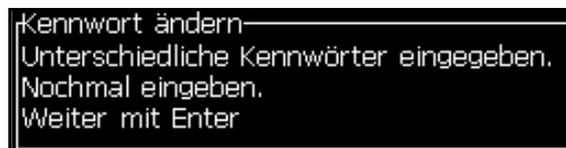

Abbildung 4-7: Kennwort ändern
- 3 Geben Sie das neue Kennwort erneut ein und drücken Sie die Taste *Enter*. Wenn das Bestätigungskennwort verschieden von dem eingegebenen ersten Kennwort ist, erscheint das Dialogfeld *Change Password* (*Kennwort ändern*) (siehe Abbildung 4-7).